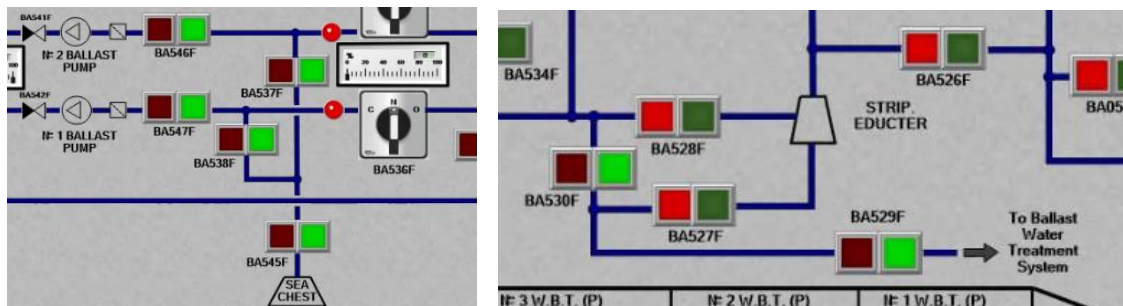

Figura 67- estat correcte de les vàlvules
3. Com s'ha fet anteriorment, obrirem la vàlvula del *sea chest* BA545F i les que comuniquen aquest amb les línies 1 i 2 BA537F i BA538F respectivament. La diferència en aquest cas és que les vàlvules BA535F i BA536F romandran tancades durant tota l'operativa. En el seu lloc, comunicant el *sea chest* amb les bombes, obrirem les vàlvules BA547F i BA546F mantenint pitjat els botons verds uns segons (Figura 67 esquerra).
5. El següent pas és dirigir el flux de sortida de les bombes cap al circuit de tractament d'aigües, per fer-ho seguim el recorregut de les canonades fins a la fletxa que indica *To Ballast Water Treatment System*. Al fer-ho, ens adonem que haurem d'obrir les vàlvules BA530F i BA529F (Figura 67 dreta).
3. Seguidament, obrirem les vàlvules BA530F i BA529F que són les que comuniquen les bombes amb el sistema de tractament d'aigües. Tal com hem comentat, en aquesta operació no realitzarem tractament a l'aigua de llast, però de totes maneres per accedir a les vàlvules d'*overboard* haurem de fer-ho a través dels BWTS per això enviem el llast cap allà. (*Figura 67 dreta*)
3. Ara que ja tenim les bombes comunicades amb el tanc, procedirem a obrir les vàlvules que van des de les bombes al sistema de tractament d'aigües (com en els anteriors casos, encara no obrirem les vàlvules de sortida de les bombes). Aquestes vàlvules que obrirem són la BA530F i la BA529F (*Figura 67 dreta*).